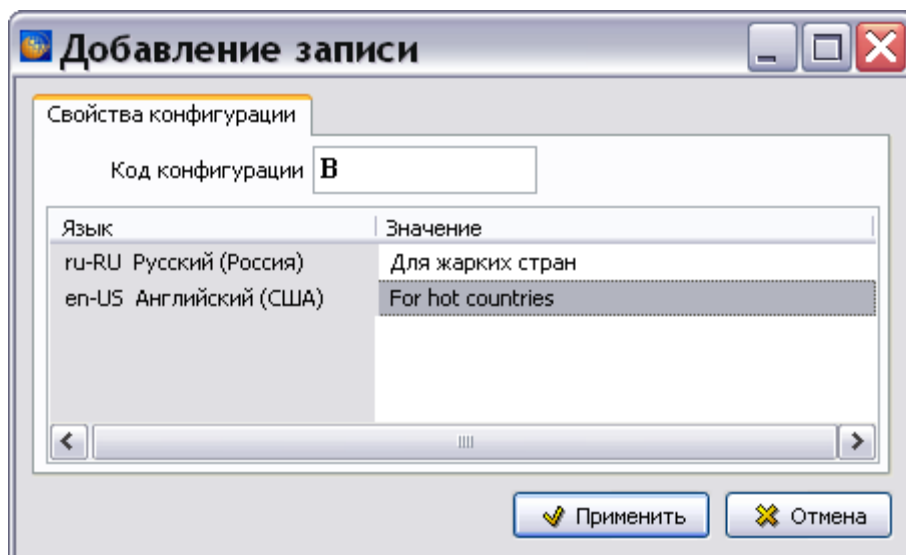

Рис. 2.9
3. Введите **Код конфигурации**. Код конфигурации по требованию стандарта должен состоять из букв латинского алфавита и цифр (Рис. 2.9).
4. Введите значение конфигурации для всех языков проекта (Рис. 2.9). Языки проекта задаются в шаблоне проекта и могут быть изменены в свойствах проекта (см. раздел «Вкладка «Язык»»). Для ввода значения на определенном языке дважды щелкните по строке с названием языка в столбце «Значение». При этом ячейка станет доступна для ввода данных.